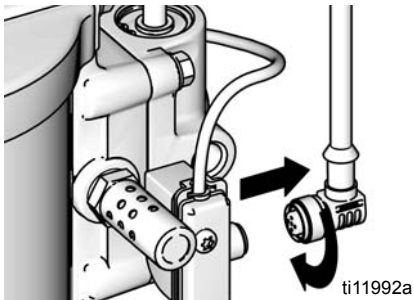

ABB. 9. DataTrak abklemmen
1. Kabel von der Reedschalter-Baugruppe abschrauben. Siehe ABB. 9.